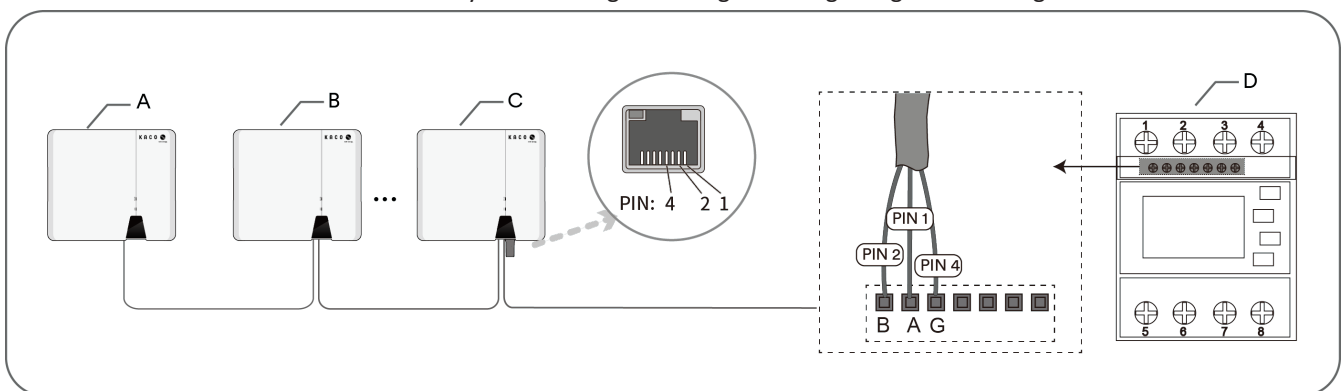
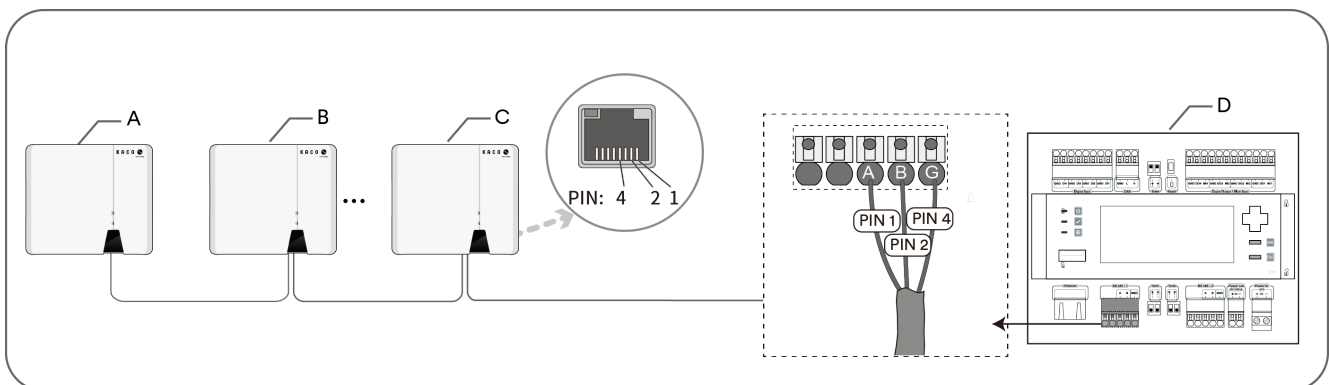

Abb. 39. RS485 Bussystem-Verbindung mit Kommunikationseinheit
Abb. 40. RS485 Bussystem-Verbindung mit Datenlogger
2. Isolieren Sie das andere Ende des Netzkabels ab. Befestigen Sie den Kupferdraht an der entsprechenden Klemme. [ $\times$ PH0  $\llcorner$ 0,7 Nm] (siehe Abb. 39 & Abb. 40).